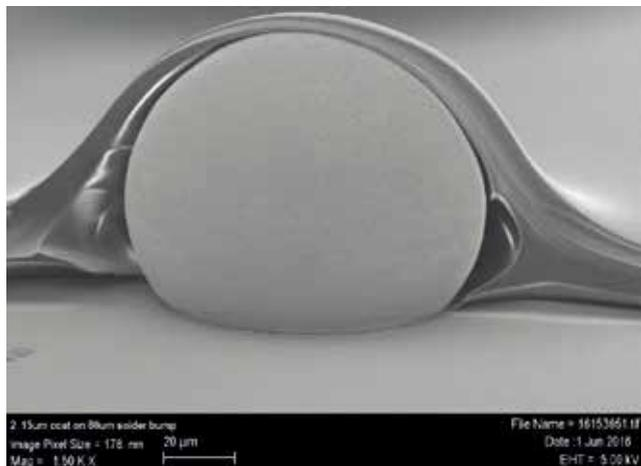

图3: BrewerBOND T1100 材料提供高保形性和良好粘合性。
系统应用包括两个步骤，①将低玻璃化转变温度（低 T_g）的热固性材料（BrewerBOND C1300）应用在载体上。②然后将该载体组件粘合到已经应用对应的较高 T_g 的粘合材料（BrewerBOND T1100）涂覆处理过的器件结构上。在室温下进行粘合和加工后，这对（器件结构和载体）结构就可以进行紫外线照射或热烘烤，以固化热固性材料。当加工温度低于 350℃ 时，BrewerBOND T1100 系列材料在 300℃ 以下仍能保持固有流变属性，几乎没有熔体流动。这种材料具有高度的保形性，用作涂覆保护层，即使涂得很薄，也能覆盖严重不均匀的形貌。图 3 是在 80 微米的焊接凸点上涂覆 2.15 微米厚的 BrewerBOND T1100 系列材料涂层后的扫描电镜截面图。